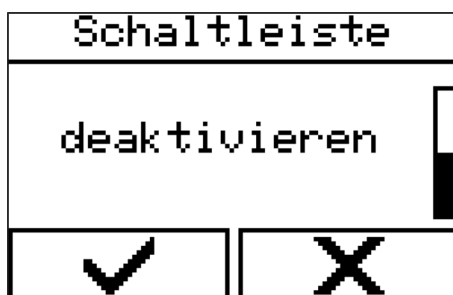

Abb. 104: Schaltleiste deaktivieren
3. ➔ „Schaltleiste deaktivieren“ (Abb. 104) auswählen.